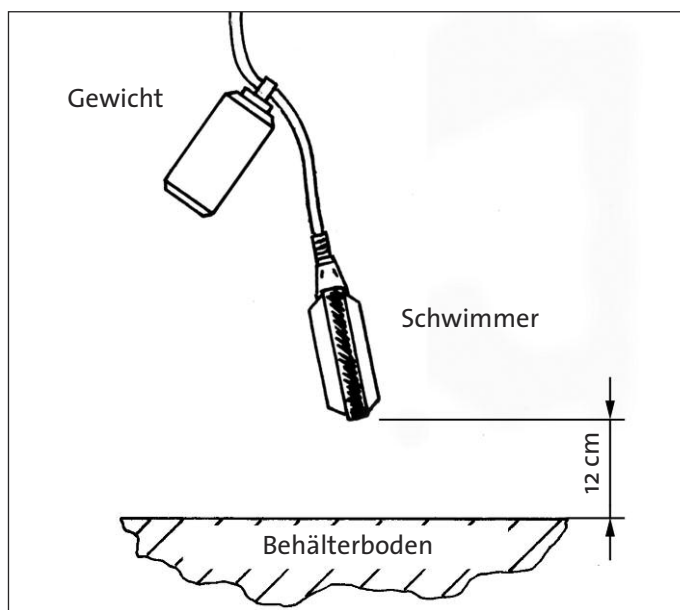

Bild 9
Das Schwimmerschalterkabel im Auffangbehälter so befestigen, daß der Schwimmer im hängenden Zustand noch 12 cm über dem Behälterboden hängt, siehe Bild 9.
- Schwimmerschalter so weit hoch ziehen, bis der Abstand zwischen Schwimmer und Behälterboden 12 cm beträgt, siehe Bild 9.